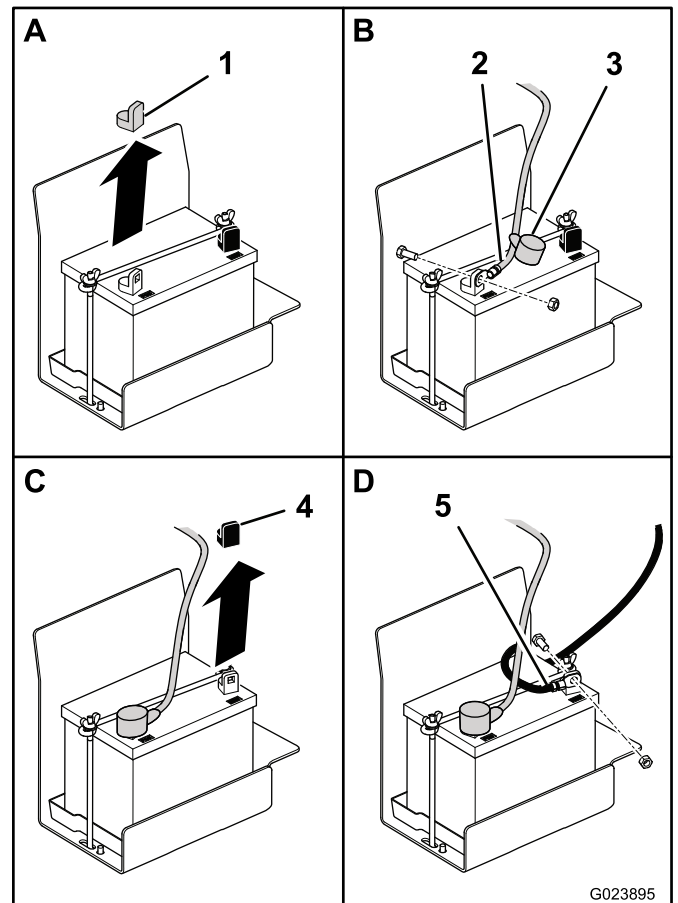

Bild 5
- Ziehen Sie die rote Kunststoffkappe vom Pluspol der Batterie ab (Bild 5).